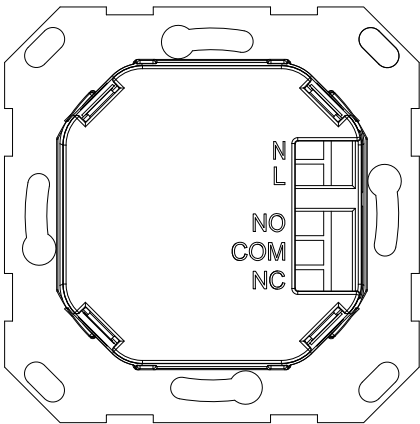

Bild 2: Baksida infälld insats
- Anslut matningsspänning 230 V AC till klämmorna L o. N på baksidan på den infällda insatsen (se Bild 2).
- Anslutning av manöverdon görs över klämmorna NO/COM/NC på baksidan av den infällda insatsen (se bild 2 och kapitlet "Potentialfri kontakt").
Rumsluftsensorn CO₂ har en potentialfri kontakt som ett manöverdon måste anslutas till. Den potentialfria kontaktens anslutningsklämmor befinner sig på baksidan på den infällda insatsen (se Bild 2).